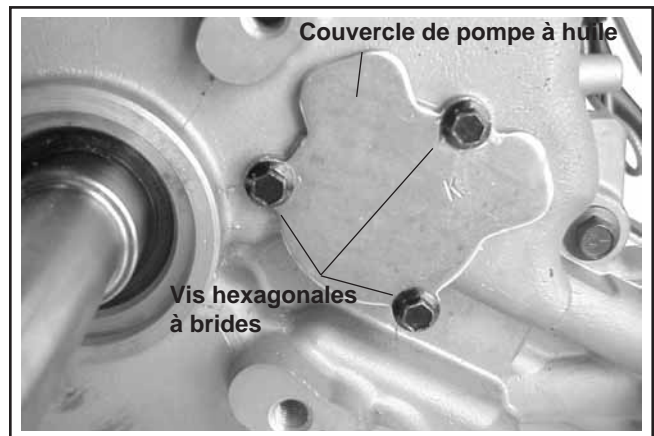

Figure 11-22. Installation du couvercle de la pompe à huile.
3. Installer le couvercle de la pompe à huile (côté usiné vers le joint torique). Attacher à l'aide des trois vis hexagonales à brides. Voir la figure 11-22.